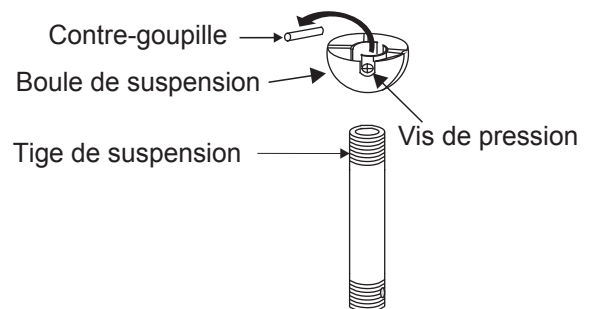

Fig. 7
Étape 5. Retirez la boule de suspension de la tige de suspension en desserrant la vis de pression, retirant la contre-goupille et tournant la boule pour la retirer de la tige de suspension. (Fig. 7)